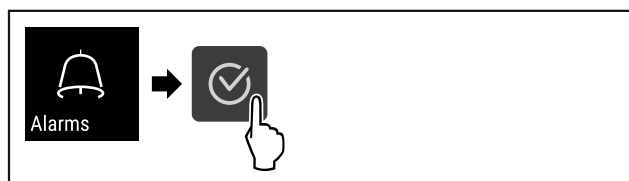

Fig. 97
► Выполните шаги действия (см. Fig. 97) .
- ▶ Выполните шаги действия (см. Fig. 97) .